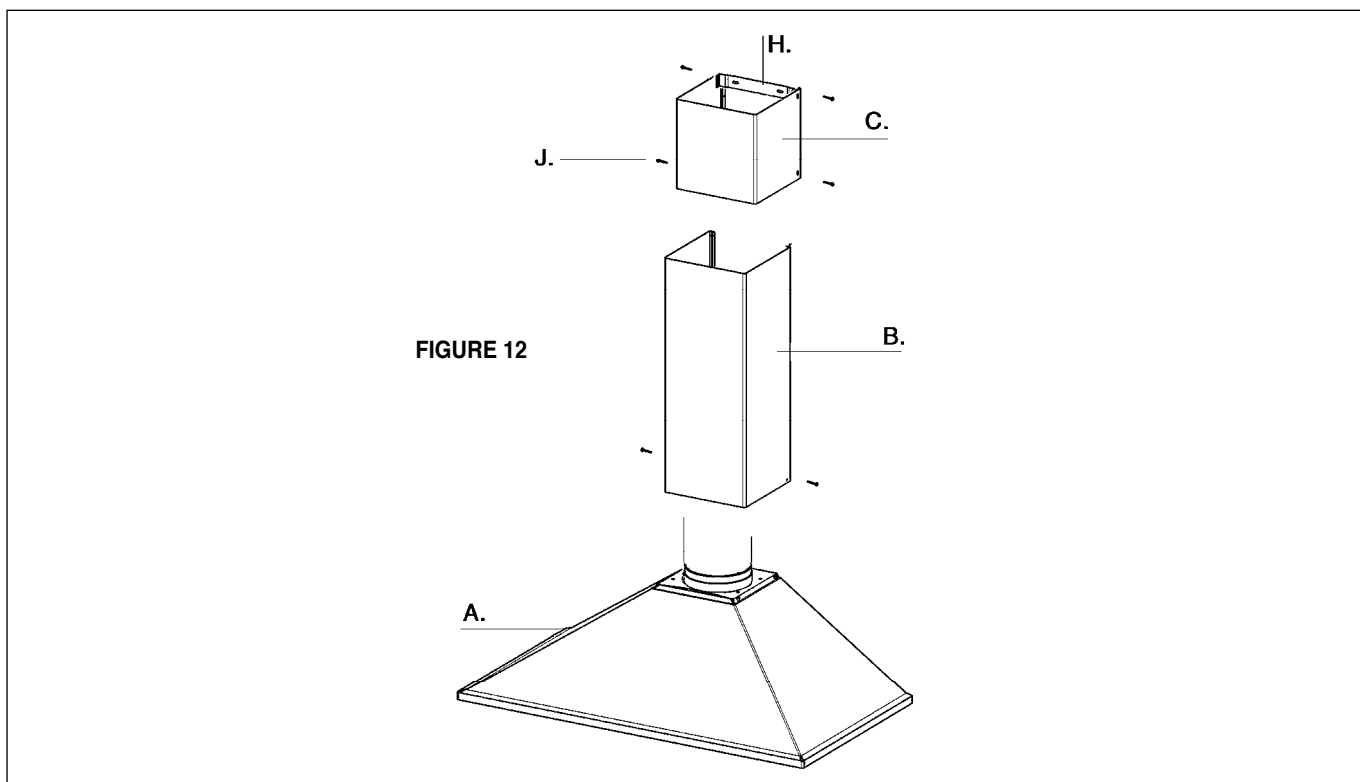

FIGURE 12
9. La cheminée doit être fixée à la hotte. La section CHEMINÉE SUPÉRIEURE (C) doit être installée en premier, puis la section CHEMINÉE INFÉRIEURE (B). Les deux sections sont fixées de façon sécuritaire au mur sous les FIXATIONS DE CHEMINÉE (H), tel qu'il est indiqué à la FIGURE 12. Attacher la section CHEMINÉE SUPÉRIEURE avec LES VIS DE CHEMINÉE (J). Attacher la section CHEMINÉE INFÉRIEURE à la HOTTE (A) avec LES VIS DE CHEMINÉE (J).